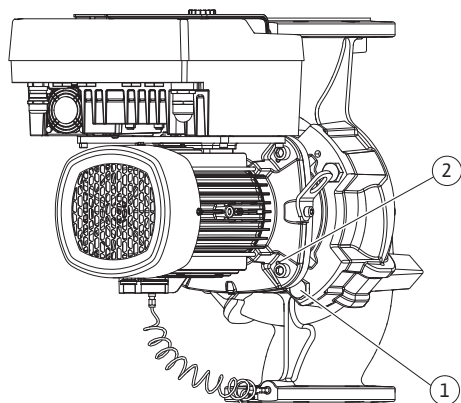

Fig. 104: Pressionar o conjunto de encaixe através dos orifícios roscados (DN 100 ... DN 125)
22. Ao remover os parafusos (Fig. II, pos. 10), o sensor da pressão diferencial também se solta do flange do motor. Deixar o sensor da pressão diferencial (Fig. I, pos. 8) suspenso com a chapa de suporte (Fig. I, pos. 13) nos cabos de medição da pressão (Fig. I, pos. 7). Desligar o cabo de ligação do sensor da pressão diferencial no módulo eletrônico.
23. Retirar o conjunto de encaixe do corpo da bomba. Para tal, utilizar os dois orifícios roscados (ver Fig. 104, pos. 1).
31. Retirar o conjunto de encaixe (ver capítulo «Descrição da bomba») desapertando os parafusos de flange (Fig. I/III, pos. 29) do corpo da bomba.
32. Ao remover os parafusos (Fig. I/III, pos. 29), o sensor da pressão diferencial também se solta do flange do motor. Deixar o sensor da pressão diferencial (Fig. I, pos. 8) suspenso com a chapa de suporte (Fig. I, pos. 13) nos cabos de medição da pressão (Fig. I, pos. 7). Desligar o cabo de ligação do sensor da pressão diferencial no módulo eletrônico ou desconectar da ligação da ficha e puxar para fora.
33. Para soltar o conjunto de encaixe do corpo da bomba, utilizar os dois orifícios roscados que se encontram ao lado (Fig. 104, pos. 1) e utilizar os parafusos adequados disponibilizados no local (por exemplo, M10 x 25 mm).
34. Introduzir uma chave de bocas (tamanho 32 mm) na janela da lanterna (Fig. III, pos. 38) e fixar o veio nas superfícies de aperto. Desapertar a porca do impulsor (Fig. III, pos. 22). Remover os discos que estão por baixo (Fig. III, pos. 23) e retirar o impulsor (Fig. III, pos. 21) do veio da bomba. Desmontar a mola de ajuste (Fig. III, pos. 37).
35. Remover o empanque mecânico (Fig. III, pos. 25) e o anel distanciador (Fig. III, pos. 20).
36. Retirar o contra-anel (Fig. III, pos. 26) do empanque mecânico do alojamento da lanterna.